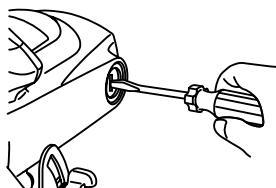
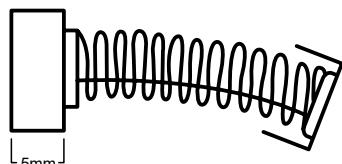

FIGURA 9.1
FIGURA 9.2
- Para inspecionar, use uma chave de fenda para remover as tampas dos porta-escovas quando acessível (figura 9.1). Troque-as quando estiverem com desgaste que impossibilite o funcionamento do produto ou 5mm, conforme figura 9.2. Após feche as tampas dos porta-escovas.